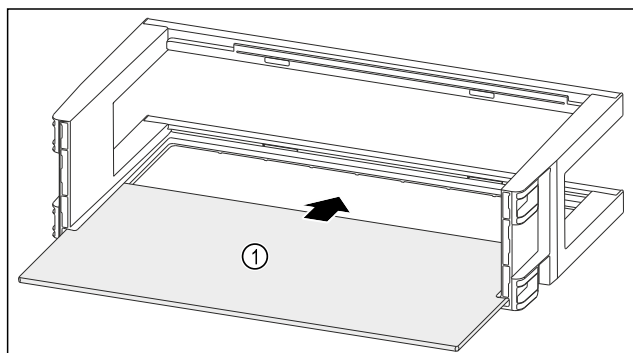

Fig. 144
- Insérer la tablette de rangement Fig. 144 (1) dans les évidements latéraux.